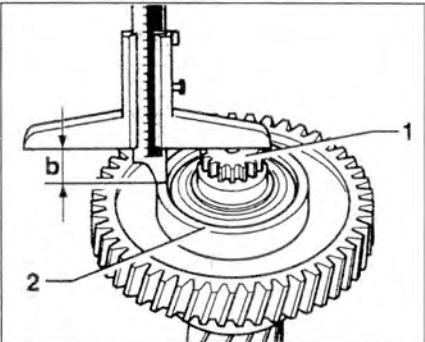

Рис. 5.83. Определите расстояние «b» от края промежуточного вала 1 к наружному кольцу 2 подшипника.
2. Определите расстояние «b» от края промежуточного вала 1 к наружному кольцу 2 подшипника (рис. 5.83).